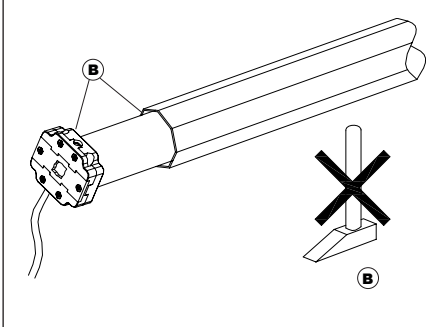

Fig.4
- c.** Ne pas asperger d'eau le moteur (**Fig.4**).